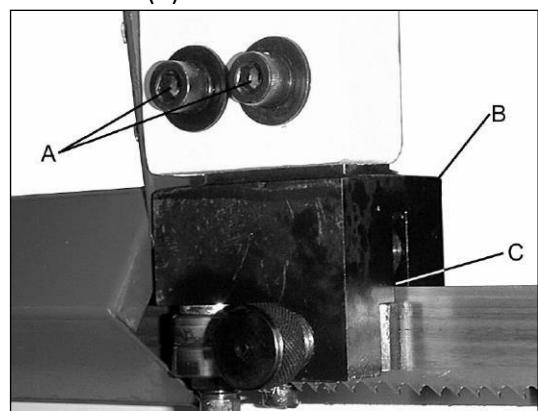

Рис.22
Ослабьте винты (A, рис. 22) и установите задний ролик на расстояние примерно 0,1 мм от спинки пильного полотна (C). Снова затяните винты.
Ослабьте твердосплавные вставки (A, Рис. 22), ослабив винты (B). Отодвиньте вставки от полотна.